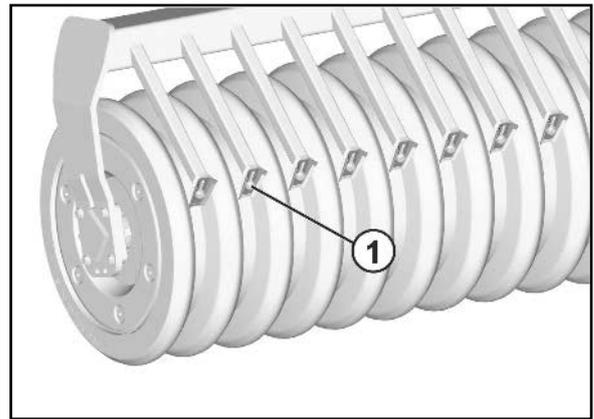

Fig. 34
- Die Arbeitstiefe wird hydraulisch mit Hilfe der Skala (Fig. 34/1) eingestellt.